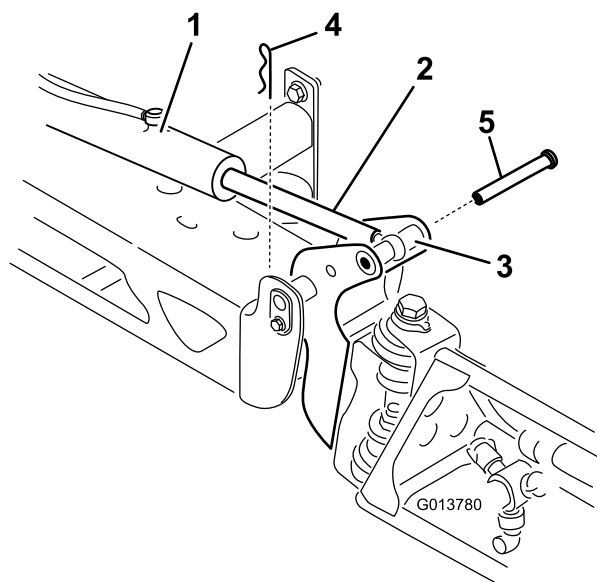

Figure 113
2. Retirez la goupille fendue de l'axe de pivot (Figure 113).
3. Élevez la rampe et retirez l'axe (Figure 113), puis abaissez lentement la rampe au sol.
9. Tout en maintenant la rampe, insérez l'axe dans le pivot de rampe et la tige de vérin (Figure 113).